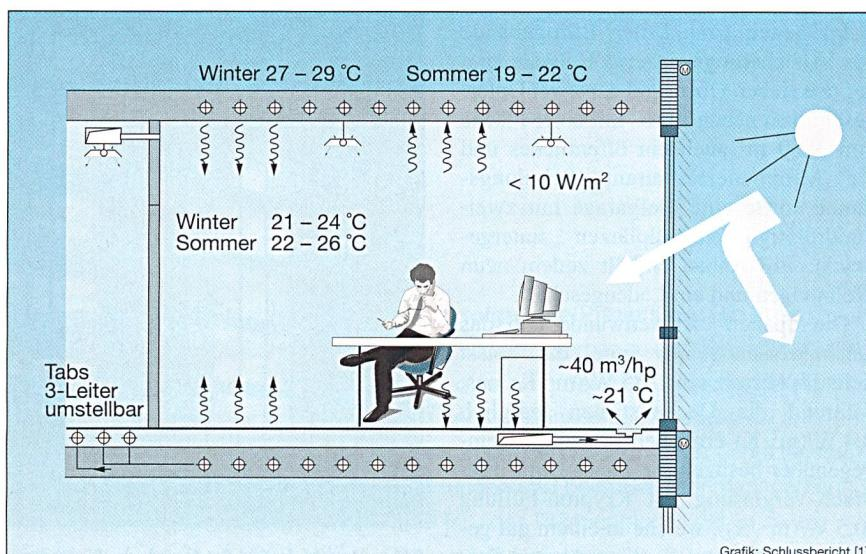
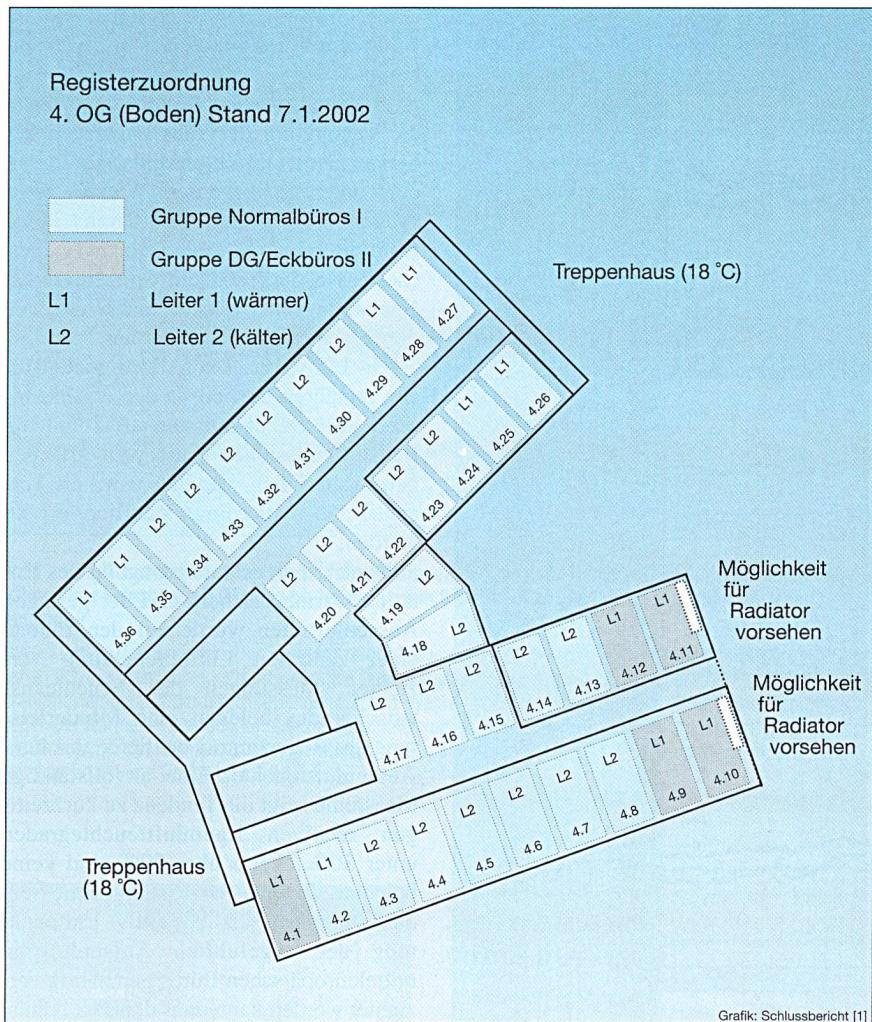

Bild 2 Funktionsprinzip der Haustechnik in einem Büroraum: Thermoaktive Bauteilsystem mit 3 Leitern, Hygienelüftung mit Quellluftauslässen im Doppelboden
Bild 3 Schema der Zuordnung der Tabs-Register zu den Gruppen und zu den Leitern
- Lufterneuerung für die Büros und das Restaurant (Vorlauftemperaturen gemäss Bild 2).
ter-System, Bild 3). Zusätzlich arbeitet eine Kältegruppe auf die Lufterneuerungsanlage und auf einen Umluftkühler im Untergeschoss (Serverraum). Die Planungswerte der Tabs-Vorlauftemperaturen im Kühlfall der Gruppe 1 (Normalbüros) liegen für den Leiter 1 bei 20 °C und für den Leiter 2 bei 19 °C (Bild 2).
Die 240 Register sind jeweils einer der beiden Gruppen und innerhalb dieser einem der beiden Leiter zugeordnet (Bild 3). Die Gruppenzuordnung erfolgt auf Grund der Exposition der Räume (zum Beispiel Eckbüros) und lässt sich nicht modifizieren. Die Wahl des Leiters und damit der Vorlauftemperatur ist hingegen für jedes Register – also für jede der 2,5 m breiten Fensterachsen – auch nachträglich möglich.